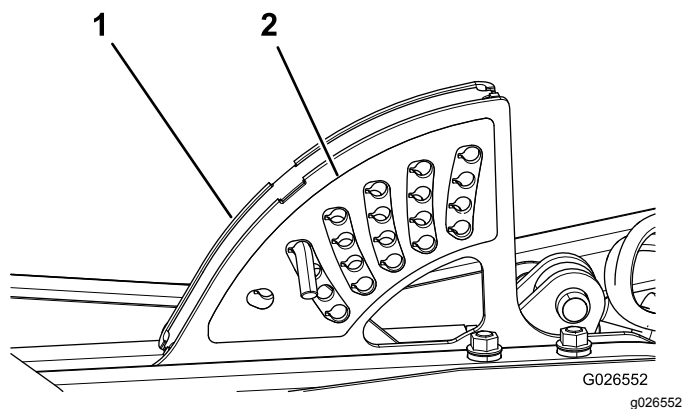

Bild 5
1. Entfernen Sie den vorhandenen Schneithöhenaufkleber von der Schneithöhenhalterung an der Maschine (Bild 5).